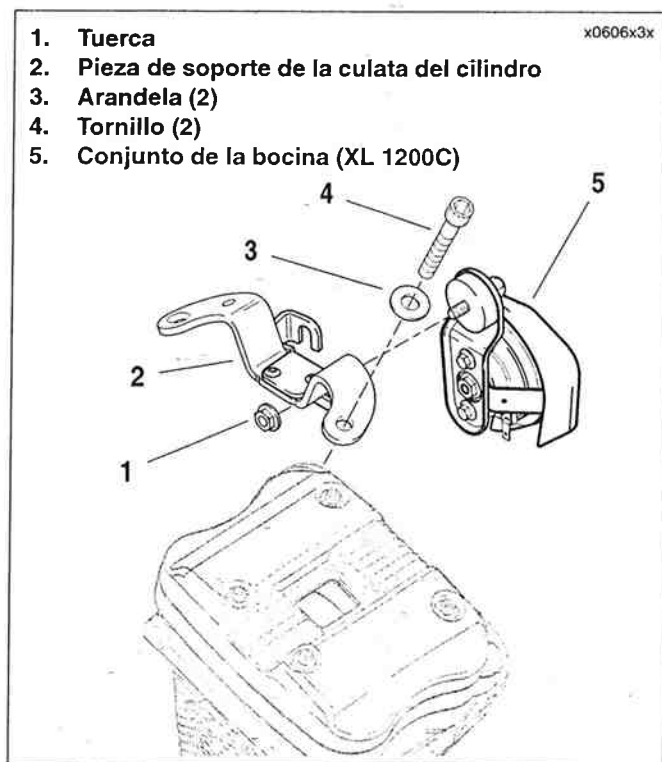
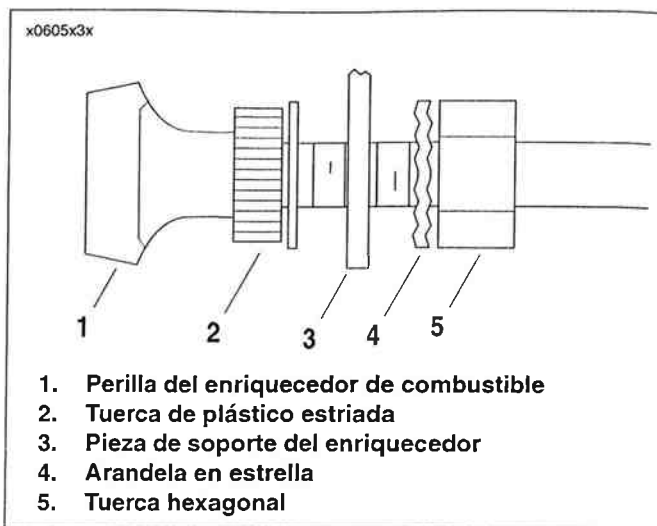

Figura 3-70. Bocina (XL 1200C) y pieza de soporte de la culata del cilindro (todos los modelos)
Figura 3-71. Control del enriquecedor
6. Vea la Figura 3-70. Instale la pieza de soporte (2), arandelas (3) y tornillos (4) de la culata del cilindro. Apriete a 23,1-32,6 N·m (17-24 lb-pie).
7. Modelos XL 1200C: Instale la bocina (5) y la tuerca (1). Apriete a 4,0-5,1 N·m (35-45 lb-pulg.).
8. Vea la Figura 3-71. Monte el conjunto de la perilla del enriquecedor (1) en la pieza de soporte del enriquecedor (3). Apriete la tuerca (5) a 2,3-4,0 N·m (20-35 lb-pulg.).